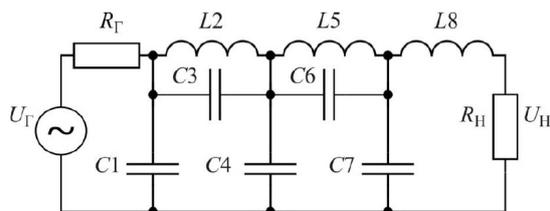

Рис.1. Схема фильтра Кауэра 6 порядка
При работе радиопередатчика в диапазоне частот для перехода с одной частоты на другую приходится перестраивать цепи связи, в частности, цепи связи с нагрузкой (антенной). Чтобы исключить процедуру настройки цепей связи, которая требует определённого времени и квалификации оператора, в качестве цепей связи используют неперестраиваемые фильтры гармоник, которые в ограниченном диапазоне частот пропускают в нагрузку сигнал основной частоты (первую гармонику) и подавляют вторую и более высокие гармоники сигнала до допустимых по нормам значений. Обычно в качестве фильтров гармоник используются фильтры нижних частот Кауэра, Баттерворта или Чебышева. На рис. 1 в качестве примера изображён фильтр Кауэра шестого порядка.
- индуктивности выводов $L_{\text{ВЫВ}} = 20 \text{ нГ}$, включённые последовательно с конденсаторами $C1, C4, C7$ для фильтров, изображённых на рис. 1, а, в;
- собственные ёмкости $C_{\text{ПАР}} = 5 \text{ пФ}$ катушек индуктивностей $L1, L4, L7$ для фильтров, изображённых на рис. 1, б, г.